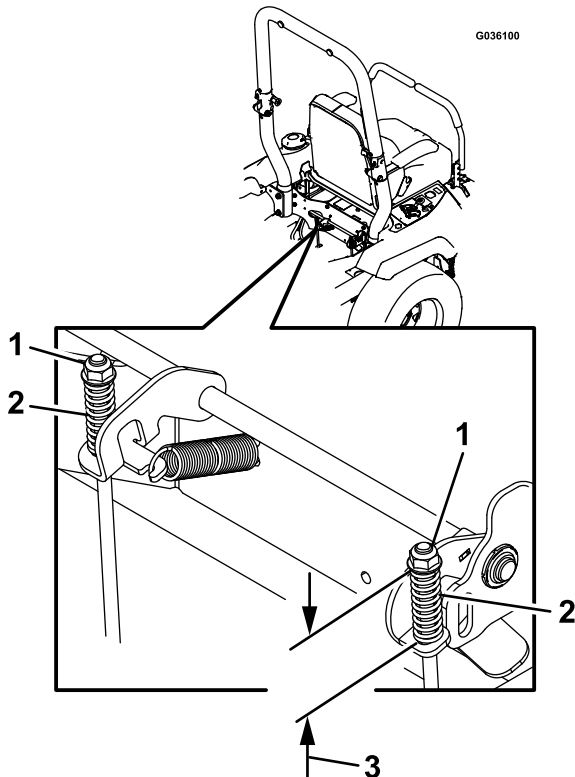

Figura 59
7. Compruebe la longitud de ambos muelles, según se muestra en Figura 59. Si es necesario ajustarlos, gire la tuerca superior en sentido horario para acortar el muelle y en sentido antihorario para alargarlo.